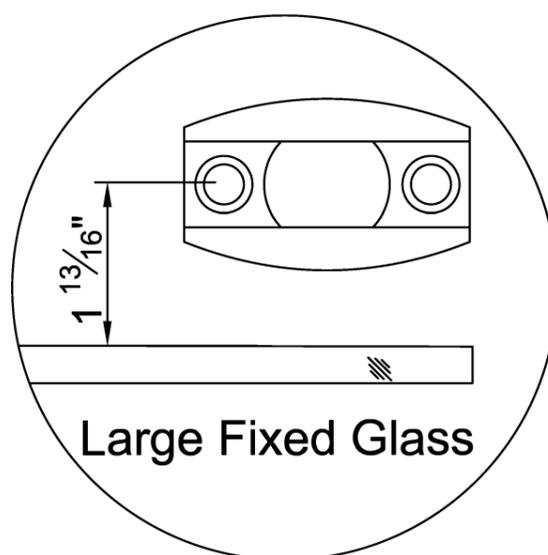

Fig. 17
16. Placez le séparateur de rail de porte coulissante (8) en position comme indiqué sur la Fig. 17 et marquez les positions des 2 trous de la base de la douche.
Voir la figure 17 pour plus de détails.